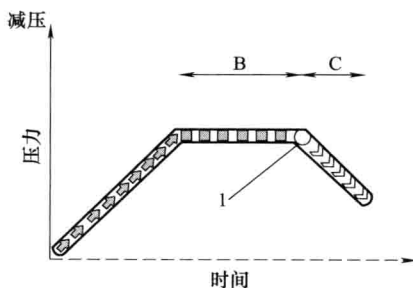

图 1-15 ABS 阶段—减压压力时间关系
如果在 ABS—ECU 检测到 ABS 已处于保压阶段 (B) 时, 相应车轮仍处于抱死状态, 则 ABS 将在预定点 (1) 切换到减压阶段 (C)。HCU 调节相关车轮的制动液回路以减小制动液压力并防止车轮抱死, 如图 1-15 所示。